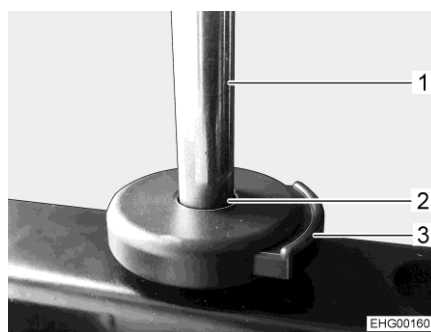

Fig. 19 Touche de déverrouillage (appuie-tête)
- Presser la touche de déverrouillage (Fig. 19,3).
- Ficher la barre de maintien (Fig. 19,1) dans le guidage (Fig. 19,2).